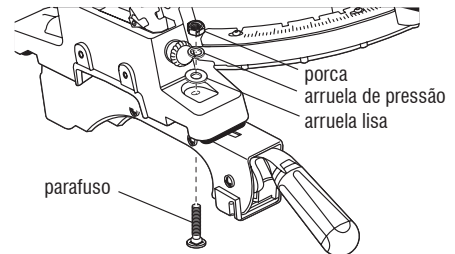

Fig. 6 – Fixação da serra de esquadria no suporte
1. Monte a serra de esquadria nos suportes de montagem de liberação rápida usando os parafusos do kit (N) (Fig. 6).